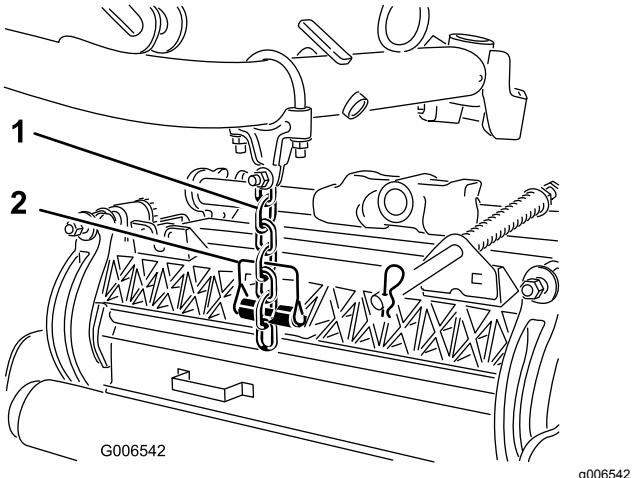

Bild 13
8. Befestigen Sie die Hubarmkette mit dem Einraststift an der Kettenhalterung der Schneideeinheit (Bild 13).